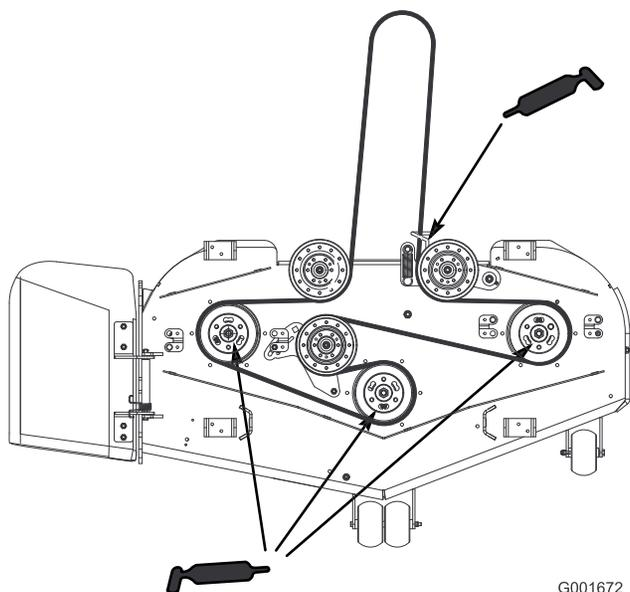

Figure 27
4. Lubrifiez les roulements des trois axes sous les poulies jusqu'à ce que la graisse sorte par les joints inférieurs (Figure 27).
5. Graissez le bras de la poulie de tension sur le tablier de coupe (Figure 27).
6. Lubrifiez les graisseurs des bras de poussée (Figure 27).